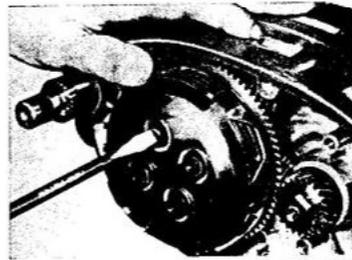

Abb. 26 Linsenschrauben aus dem inneren Mitnehmer herausdrehen
3. Die 4 Linsenschrauben aus dem inneren Mitnehmer herausdrehen, (Abb. 26) und Federkörbe mit den Kupplungsfedern aus dem Kupplungssteller herausnehmen.